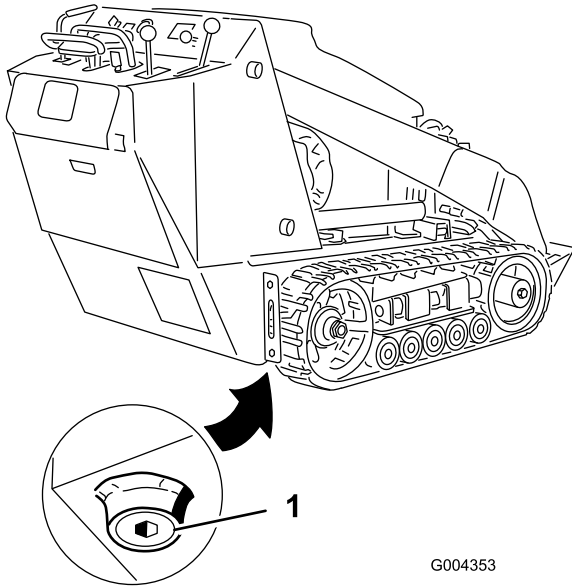

Figure 33
4. Enlevez le bouchon de vidange (Figure 33).